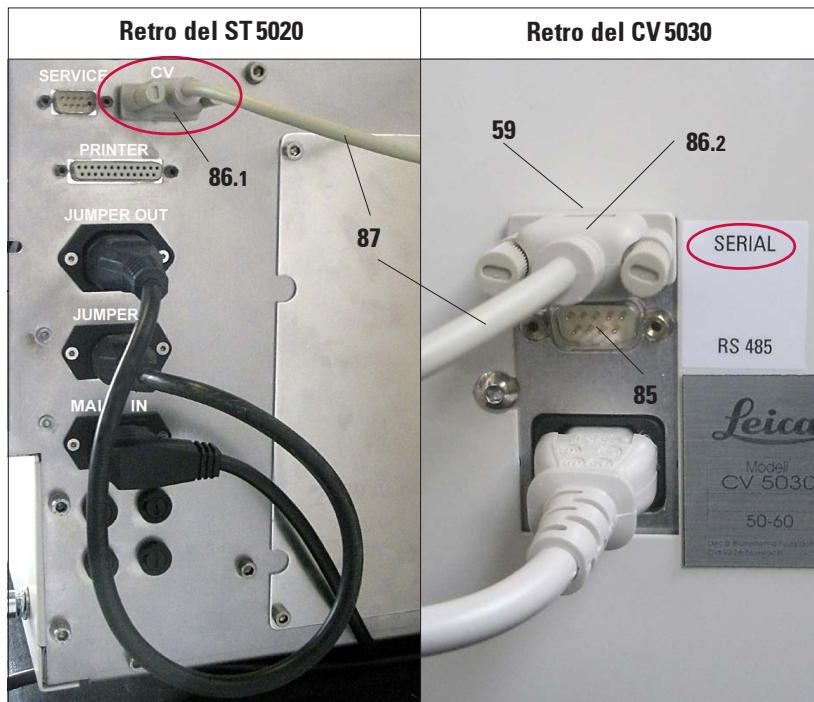
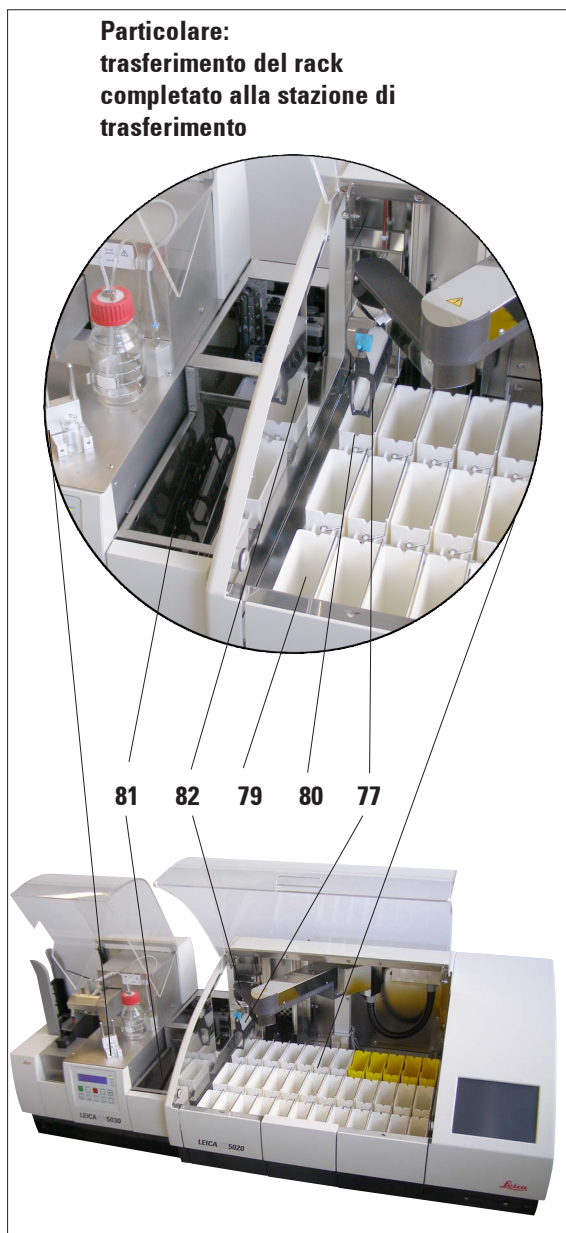

Fig. 40
Fig. 41
- A questo scopo, innestare un connettore (86.1) del cavo seriale (87) del Multistainer nella presa contrassegnata con "CV" sul retro dello strumento.
- A questo punto, creare il collegamento con il CV5030 inserendo l'altro connettore (86.2) del cavo nella presa (59, vedere anche Fig. 23) contrassegnata con "SERIAL" (Fig. 40) sul retro dello strumento.
- La porta RS 485 (85) non deve essere utilizzata.
- Tutti i portavetrini completati (77) vengono depositati nella stazione di uscita (80) del Multistainer (vedere Fig. 41).